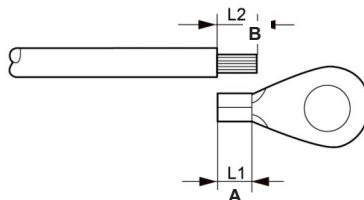

Bild 3.9 Terminal för extern jordledare
3. Skala av jordkabelns isolering till lämplig längd (se bild 3.9).